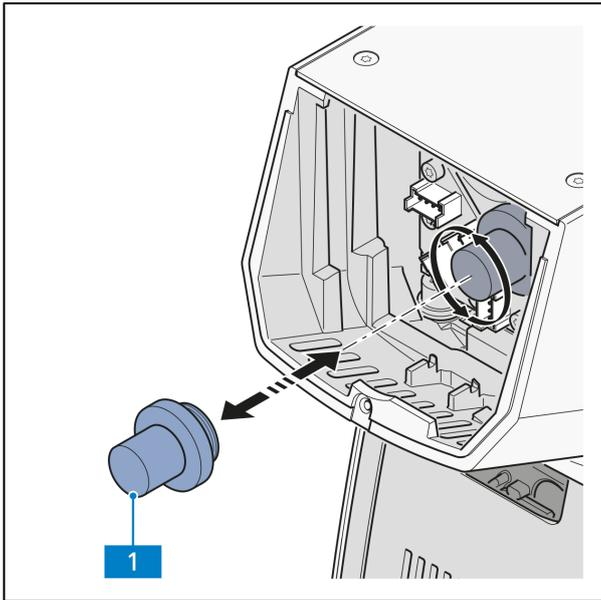

Abb. 3-25 Modulhalter entfernen
- Modulhalter (Abb. 3-25/1) aus der Buchse am Stativ herauserschrauben.